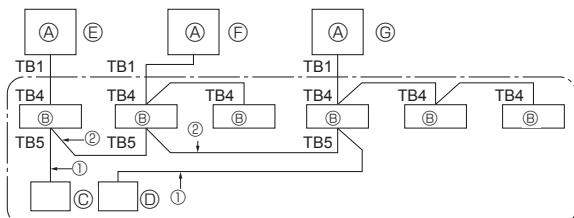

Fig. 9-1
9. Contrôle du système (Fig. 9-1)
| 4. Installeren van de koelstofleidingen | 8 | 9. Het systeem controleren (Fig. 9-1) | 16 |